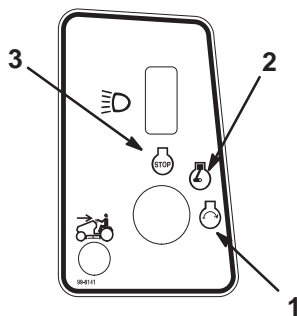

Figure 9
5. Tournez la clé de contact dans le sens des aiguilles d'une montre et maintenez-la en position de Démarrage (Fig. 9). Relâchez la clé quand le moteur démarre.
2. Tournez la clé de contact en position Contact coupé (Fig. 9).